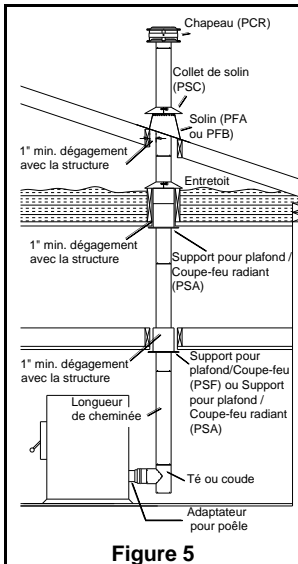
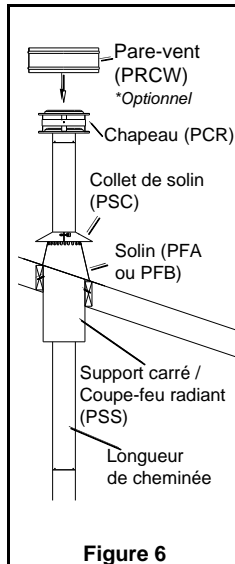
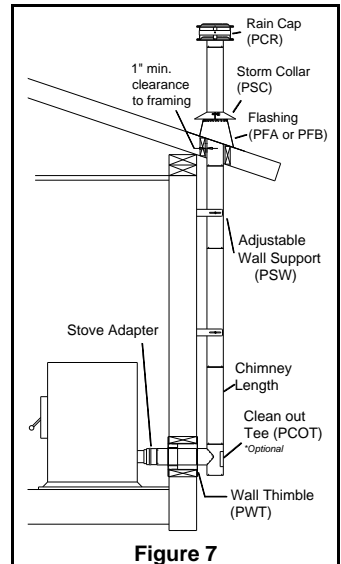

Figure 5
Figure 6
Figure 7
Les Figure 5, Figure 6 et Figure 7 illustrent des installations typiques avec un chapeau vertical.
Pour des installations semblables à celle de la Figure 7, suivez les directives pour une installation « à travers un mur » jusqu'à l'étape 9, puis poursuivez à partir de l'étape 11 ci-dessous.
Si vous installez le support carré (PSS), comme à la Figure 6, le support doit dépasser d'au moins 1/4" au-dessus du plafond une fois installé. Du dessous, poussez le support dans le trou encadré et vissez le support dans l'ossature avec quatre vis à bois #8 x 1 1/2". Dans les cas où l'espace est limité, le support est vendu avec des équerres de suspension qui peuvent être vissées sur l'extérieur de la boîte, et la structure qui l'entoure. Installez la garniture de finition autour de la boîte avec les vis fournies.
9. SI LA CHEMINÉE N'EST PAS CLOISONNÉE DANS L'ENTRETOIT (Figure 5) : installez un support pour plafond / coupe-feu radiant (PSA) et un collet de solin (PSC). Le collet de solin (PSC) est utilisé pour couvrir le coupe-feu afin d'empêcher l'isolant en vrac de toucher la cheminée d'appareil à granules.